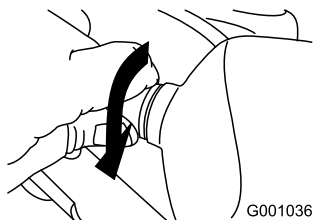

Рисунок 54
5. Поворачивайте цоколь лампы по часовой стрелке до тех пор, пока лампа не будет надежно ввернута (Рисунок 54).